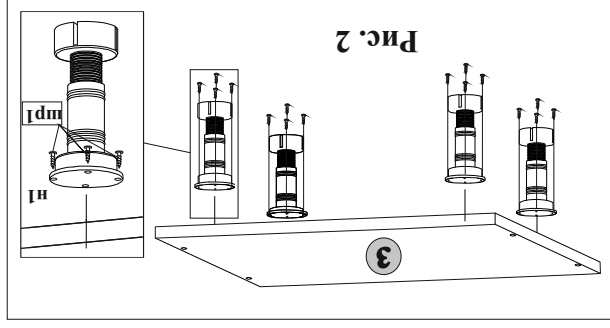

Рис. 2
5.1. Вскрыть упаковку, разложить детали на ровной поверхности. Прикрепить опоры **н1** к нижнему шпиту **3** при помощи шурупов **шр1** и крестообразной отвертки (рис.2).